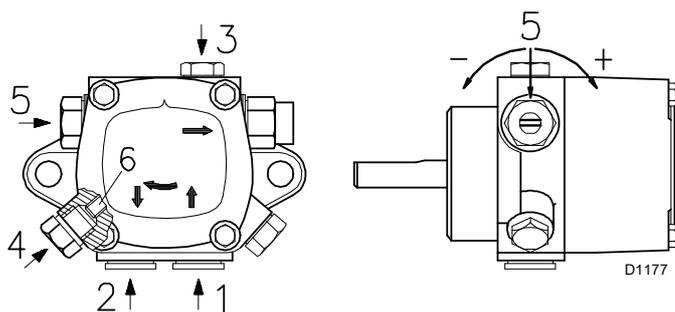

图 26
图例 (图 26)
- 启动自吸功能时，松开油泵 (图 26) 上的螺丝 3) (图 26)，排出进油管路中的空气。
- 当有轻油从螺丝 3) (图 26) 处流出时，可认为油泵已启动。将燃烧器停机：将开关 1) (图 27) 设定在“停机 (OFF)”处并拧紧螺丝 3) (图 26)。